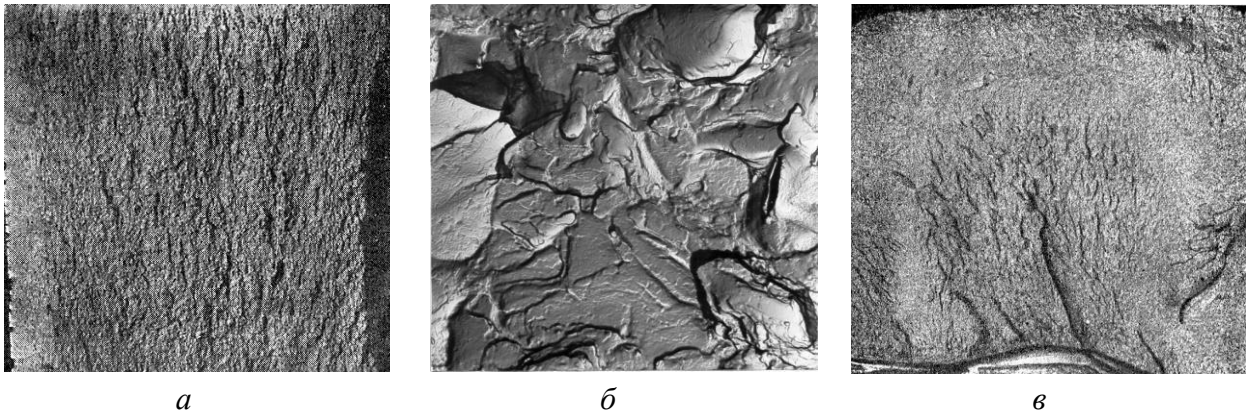

Рис. 3. Виды изломов стали:
*Изломом* называется поверхность, образующаяся вследствие разрушения металлов. Изломы металлов могут существенно отличаться по цвету. Так, стали и белые чугуны, в которых весь углерод связан в цементите, имеют излом светло-серого цвета. У графитизированных сталей и чугунов, в которых углерод находится преимущественно в виде графита, излом черного цвета. На поверхности изломов можно видеть дефекты, которые способствовали разрушению. В зависимости от состава, строения металла, наличия дефектов, условий обработки и эксплуатации изделий изломы могут иметь *вязкий*, *хрупкий* или *усталостный* характер (рис. 3).
*Вязкий (волоконистый) излом* (рис. 3, *а*) имеет бугристо-сглаженный рельеф и свидетельствует о значительной пластической деформации, предшествующей разрушению. По виду вязкого излома нельзя судить о форме и размерах зерен металла.
*Хрупкий (кристаллический) излом* (рис. 3, *б*) характеризуется наличием на поверхности плоских блестящих участков. Так как разрушение протекает без заметной пластической деформации и форма зерна не искажается, то на хрупком изломе видны исходная форма и размер зерен металла. При хрупком изломе разрушение может происходить через зерна (транскристаллический или нафталинистый излом) либо по границам зерен (межкристаллический или камневидный излом). Разрушение по границам зерен имеет место при наличии на границах неметаллических включений (фосфиды, сульфиды, оксиды) или других выделений, ослабляющих прочность границ зерна.
*Усталостный* излом (рис. 3, *в*) образуется в результате длительного воздействия на металл циклических напряжений и деформаций. Излом состоит из трех зон: зарождения трещины, собственно усталостного распространения трещины и долома. Механизм усталостного разрушения следующий: усталостная трещина возникает в местах, где имеются концентраторы напряжений или дефекты. Первая зона плоская и гладкая. Увеличиваясь при работе детали, трещина образует зону собственного усталостного распространения с характерными концентрическими бороздками или дугами и мелкозернистым, фарфоровидным изломом. Зачастую она имеет отдельные участки гладкой притертой поверхности. Долом происходит внезапно, когда ослабленное трещиной сечение детали не способно выдержать прикладываемой механической нагрузки. Долом бывает вязким или хрупким.